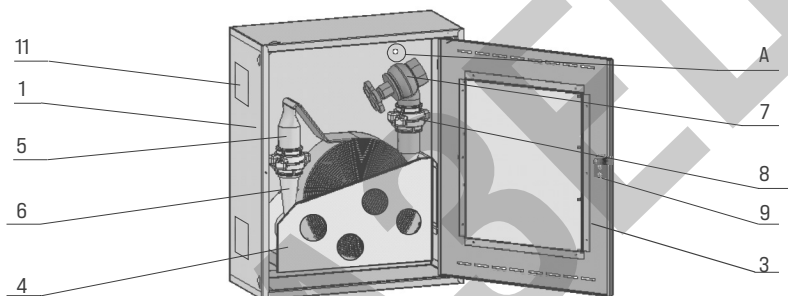

Рисунок 1- Кран пожарный комплектный ПРЕСТИЖ-01-Н
Пожарный шкаф ПРЕСТИЖ (см. рис.1) состоит из корпуса 1, рамы 2, двери 3, кассеты рукавной 4, в которую укладывается в двойную скатку пожарный рукав 5, к которому присоединяется ствол пожарный 6 и пожарный клапан 7 через головку муфтовую 8. Дверь 3 запирается на подъемно-поворотный замок 9. Рукавная кассета в зависимости от расположения трубопроводов у потребителя может располагаться в корпусе в верхнем или нижнем положении. На боковых поверхностях корпуса 1 имеются четыре заглушки 11, одну из которых в зависимости от расположения трубопроводов у потребителя необходимо удалить. Шкафы могут поставляться красного или белого цвета (либо согласованного с заказчиком цвета), и открытого (с окнами в дверях) или закрытого (без окон в дверях) исполнений.
2) Монтаж крана комплектного типоразмера О1-Н (см. рисунок 1) осуществляется через отверстие А в задней стенке корпуса шкафа